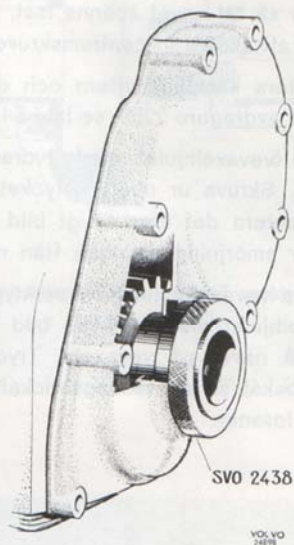

Bild 60. Centrerings av transmissionskåpa, B 20
11. Centra kåpan med centrerhylsa 2438, se bild 60. Vrid hylsan under fastdragning och justera kåpans läge så att hylsan ej låses fast. Kontrollera efter slutlig fastdragning av kåpan att hylsan lätt kan vridas runt utan fastlåsning.